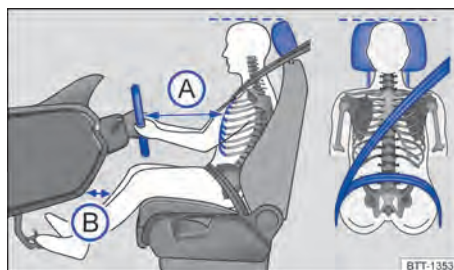

Fig. 20 Schéma de principe : distance correcte du conducteur par rapport au volant,
- Réglez l'appuie-tête de sorte que son bord supérieur se trouve, si possible, à hauteur de la partie supérieure de la tête, mais pas plus bas que les yeux. Positionnez toujours l'occiput le plus près possible de l'appuie-tête → fig. 20.
- Réglez le siège du conducteur en longueur de sorte que vous puissiez enfoncer les pédales en ayant les jambes légèrement pliées et que la distance par rapport au tableau de bord au niveau des genoux soit de 10 cm minimum → fig. 20 ②.
- Réglez le volant de sorte que la distance entre celui-ci et votre sternum soit de 25 cm au minimum → fig. 20 ① et de manière à pouvoir le tenir en plaçant vos deux mains à la périphérie, les bras étant légèrement pliés.